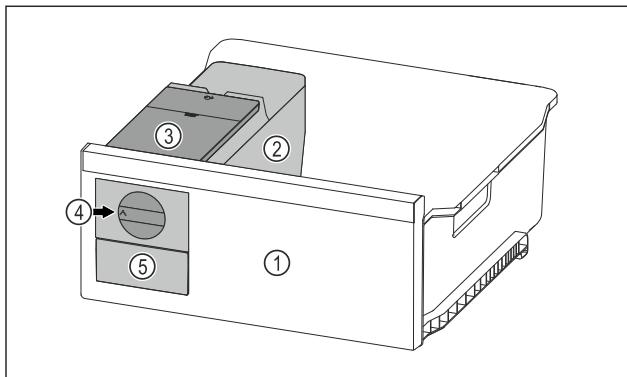

Fig. 155 Simbolična slika
- Vrtljivi gumb Fig. 155 (4) obrnite do konca v smeri urinih kazalcev.
- Kocke ledu iz posode za ledene kocke padajo v predal za ledene kocke Fig. 155 (5).